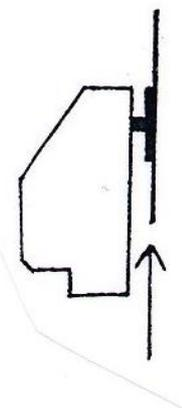

Fig. 2
- Die Säge wird so montiert, dass die Sägeblätter in Fahrtrichtung gerade verlaufen. (Fig. 2).